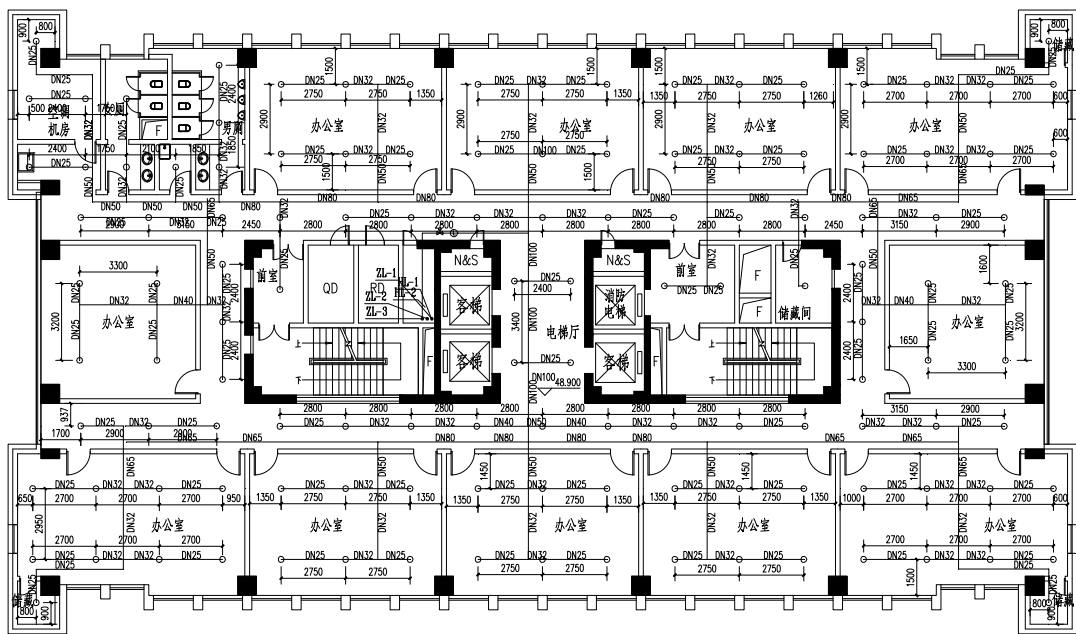

图 14-47 平面图喷头尺寸和喷头距墙尺寸
**16** 喷头尺寸。单击“平面消防”→“喷头尺寸”命令，在绘图区中点取待标注的喷头，即可绘制喷头尺寸；单击“尺寸标注”→“逐点标注”命令，绘制喷头距墙尺寸，结果如图 14-47 所示。